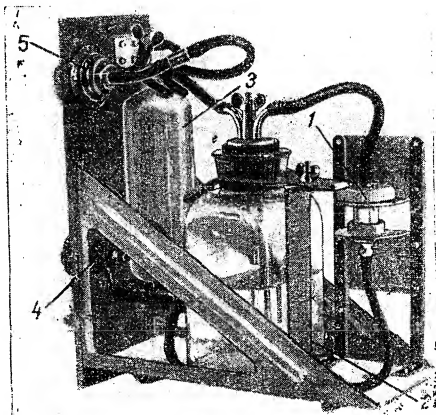

Рис. 3.
На дозирующем блоке (рис. 3) смонтированы: периодический кран (1), резервуар постоянного давления (2),